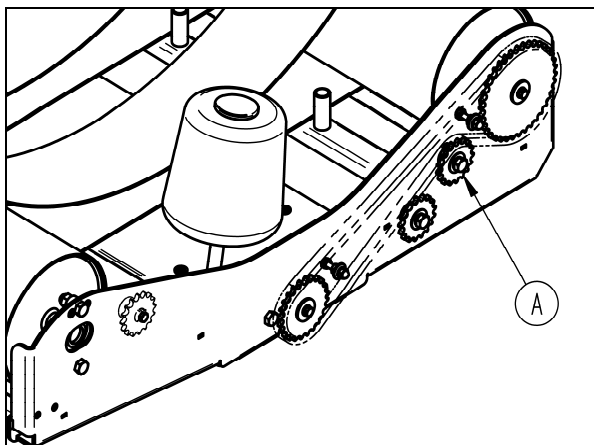

fig.34 – Pignon tendeur de chaîne
- Pour l'éventuelle réglages de la chaîne agir sur le pignon tendeur (fig.34, A)